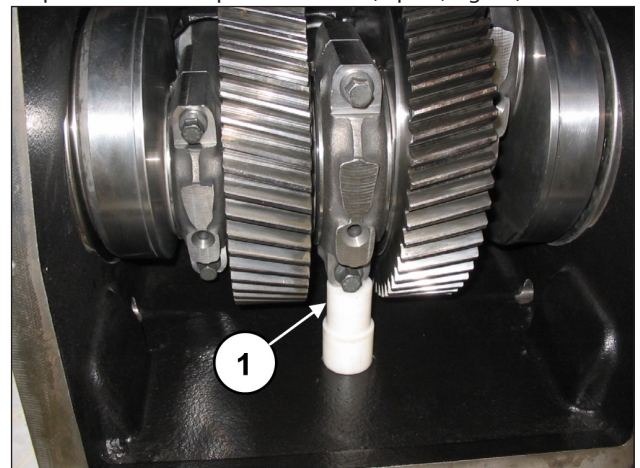

Fig. 85
Insérer une cale sous le corps de la bielle centrale pour empêcher le vilebrequin de tourner (rep. ①, Fig. 85).